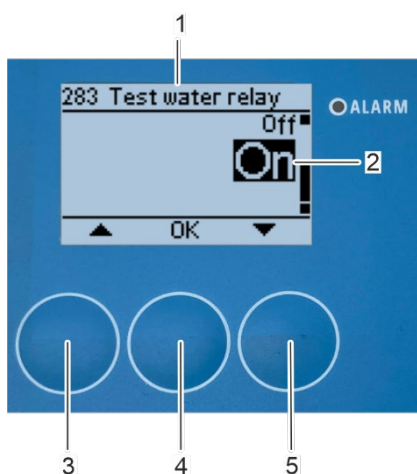

Figura 149: Desactivar el relé del agua
⇒ Aparecerá en pantalla el submenú «283 Prueba del relé del agua» (Figura 149/1).
3. Seleccione «Activado» (Figura 149/2) mediante los botones de flecha [arriba] (Figura 149/3) y [abajo] (Figura 149/5).
4. Confirme la selección pulsando [Aceptar] (Figura 149/4).